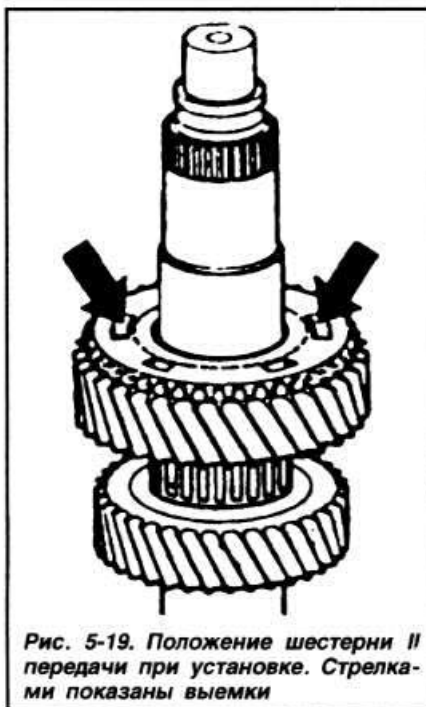

Рис. 5-19. Положение шестерни II передачи при установке. Стрелками показаны выемки
- Установить игольчатый подшипник и шестерню II передачи выемками в сторону переднего конца вала (рис. 5-19).